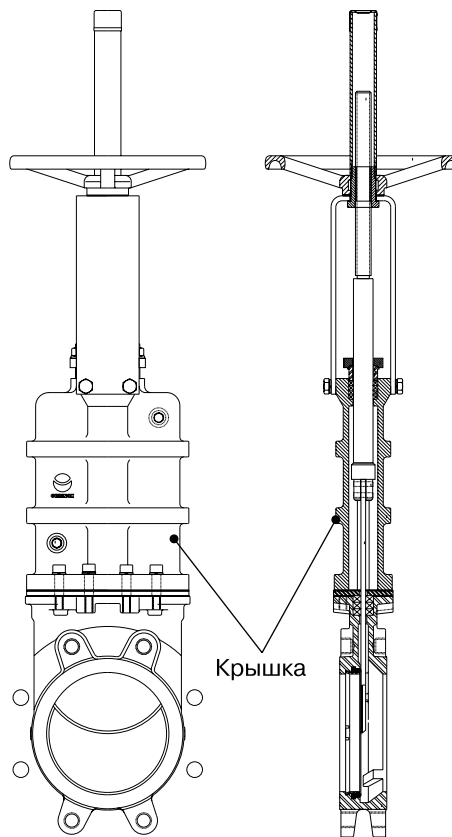

Рис. 1
- Снижает необходимость в техническом обслуживании и ремонте сальника (Рис. 1).